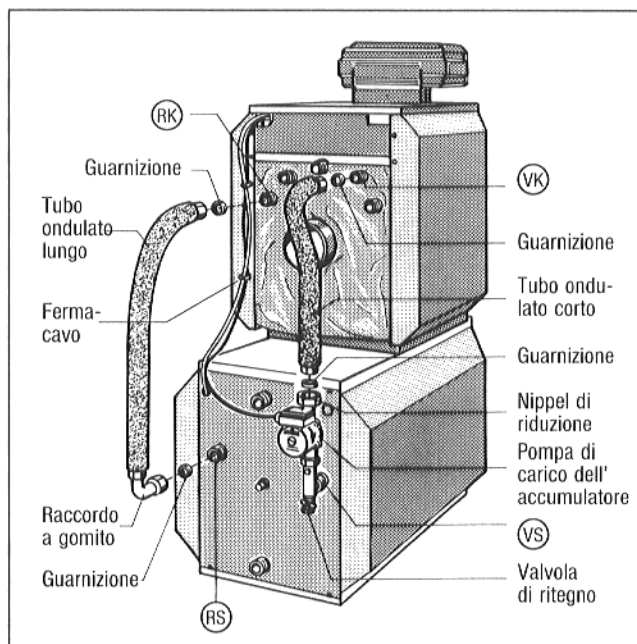

Fig. 6
- Avvitare il tubo metallico ondulado corto con un dado a risvolto al nippel di riduzione e montare la mandata caldaia (VK) (Fig. 6).
- Avvitare il raccordo a gomito con dado a risvolto al ritorno del medio scaldante (RS) (Fig. 6).
- Avvitare il tubo metallico ondulado lungo con dado a risvolto al ritorno del medio scaldante (RS) ed al ritorno della caldaia (RK) (Fig. 6).
- Stendere accuratamente le linee del circuito sonde e quelle degli attacchi nei fermacavi e portarle all'apparecchio di regolazione (Fig. 6).